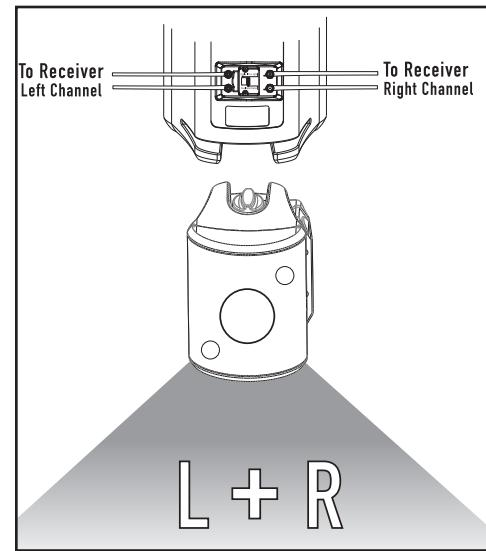
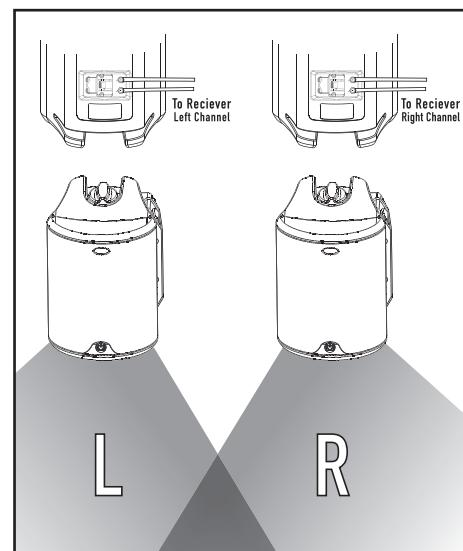

FIGURE 4
FIGURE 5
The Atrium65SDI has a unique Dual Input/Single Input Switch. Combined with its ingenious Dual Tweeter Array, this switch allows the Atrium65SDI to be used either as a single high performance stereo loudspeaker [figure 4], or the left-or-right speaker in a high performance stereo pair [figure 5].
L'Atrium65SDI est muni d'un ingénieux commutateur d'entrées mono/stéréo, de deux tweeters et d'un transducteur à bobines magnétiques jumelées lui permettant d'être utilisée comme enceinte stéréophonique unique [figure 4] ou comme enceinte gauche ou droite d'une paire d'enceintes haute performance [figure 5].
2. Mask off the binding posts on the back of the speaker [figure 5], the end panels and bracket knobs, and carefully mask off the front of the speakers to protect the drivers and baffles while painting [figure 6]. The grille features an engraved logo pod. You can mask this off or paint right over it.
2. Masquez les bornes situées à l'arrière de l'enceinte [figure 5], les panneaux des extrémités de l'enceinte, puis masquez la surface avant des enceintes avec soin pour protéger les transducteurs et l'écran acoustique lors de l'application de la peinture [figure 6]. Masquez également la portion filetée des boutons et des écrous. La grille est dotée d'un logo—you pouvez le masquer ou le peindre.